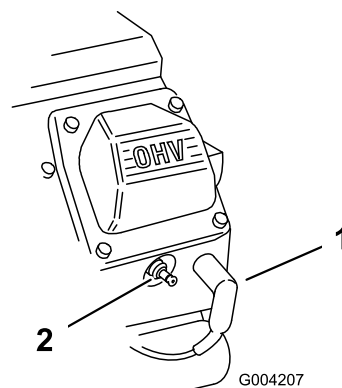

Figura 38
3. Staccate il cappello dalla candela (Figura 38).
3. Collegare i cappellotti alle candele (Figura 38).